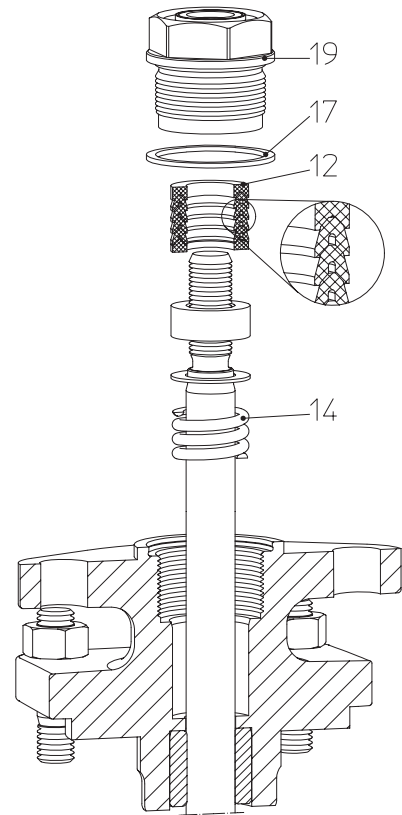

Рис. 12: сальниковые кольца DN15-150
- При замене колец (поз. 12) соблюдайте правильный порядок и монтажное положение каждого элемента (см. Рис. 12).